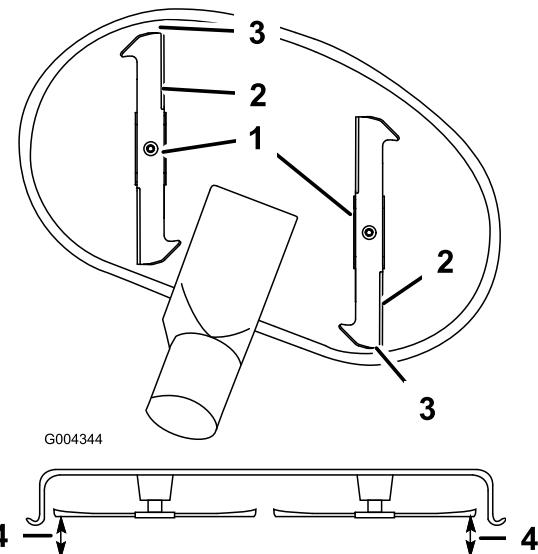

Bild 55
9. Stellen Sie die Schnithöhe auf die Stellung **D** (76 mm) und drehen Sie die Messer vorsichtig, sodass sie nach vorne und hinten zeigen (Bild 55).
10. Messen Sie zwischen der Messerspitze vorne und hinten und der ebenen Fläche (Bild 55). Stellen Sie, wenn die vordere Schnittmesserspitze nicht um 1,6 bis 7,9 mm tiefer liegt als die hintere, die vorderen Sicherungsmuttern ein.